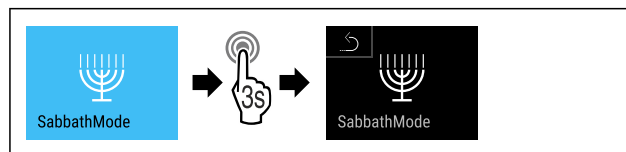

Fig. 16
- ▶ Genomför stegen (se Fig. 16).